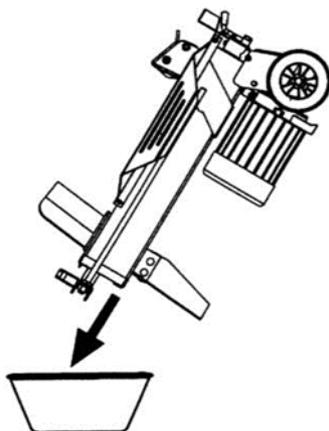

Рисунок 2. Схема заміни гідравлічного мастила.
6.4 Заміна гідравлічного мастила кожні 150 годин роботи (рис. 2).